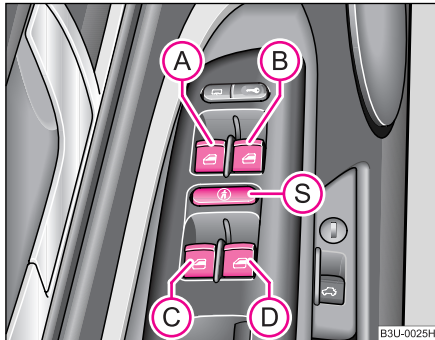

Fig. 29 Cotiera din ușa conducătorului:
Comutatoarele pentru fiecare geam se găsesc în cotiera din ușa conducătorului ♥ fig. 29, pasagerului din dreapta și în ușile din spate* ▼ pagina 50.
Prin apăsarea comutatorului de siguranță (S) ♥ fig. 29 puteți scoate din funcțiune comutatoarele din ușile din spate. Printr-o nouă apăsare a comutatorului de siguranță (S) comutatoarele din ușile din spate vor deveni din nou funcționabile. ▶
⚠ Când se transportă copiii pe locurile din spate, vă recomandăm să scoateți din funcțiune comutatoarele din ușile din spate (comutatorul de siguranță)  ♥ pagina 49, fig. 29.